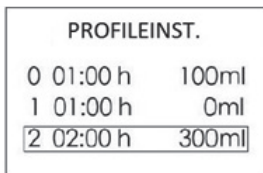

Abb. 41: Einstellungen der Infusionsprogramme
- Die Pumpe wird alle Programme durchlaufen und danach wieder mit dem ersten Programm beginnen. (Abb. 41) Der Infusionszyklus wird solange wiederholt, bis das Programm manuell gestoppt oder die automatische Wiederholung deaktiviert wird. Um die automatische Wiederholung zu deaktivieren, drücken Sie einfach die **CYCLE**-Taste erneut. Das „C“ wird nicht mehr angezeigt und die Programmausführung endet wieder beim letzten Programm.